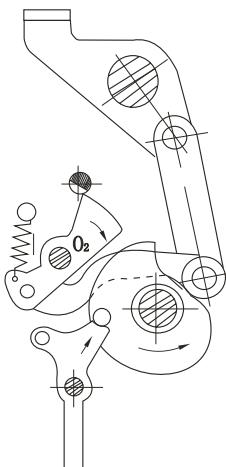

图6 贮能再扣位置
- b) 贮能再扣(见图6)。当电动或手动操作施加外力时，使方轴带着凸轮逆时针旋转时，弹簧贮能经过凸轮最高点，跳入缺口后由弹簧5带动杠杆4绕O₂顺时针方向转动，使杠杆与半轴再扣，滚子7被顶板8顶住，此时贮能结束。